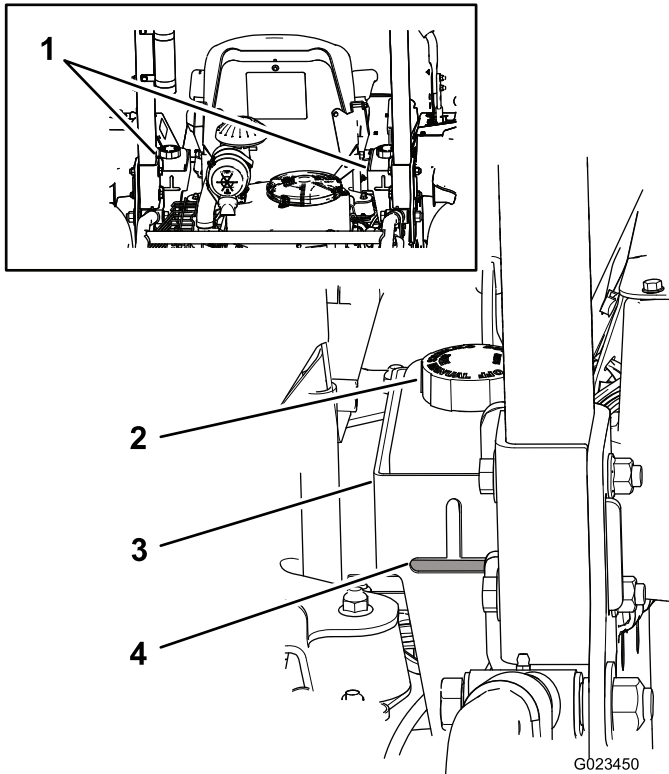

図 18
油圧オイルタンクに高品質の油圧オイルを満たした状態で出荷しています。油圧オイルの点検は、オイルが冷えている状態で行うのがベストです。マシンは移動走行モードになっていることが必要です。オイルの高さが、油圧オイルタンク後部にあるのぞき窓 図 18 の水平部分よりも低い場合には、水平部分の高さまでオイルを補給してください。入れすぎないようにしてください。オイルの高さがのぞき窓の水平部分の最上部までである場合には、補給は不要です。推奨オイルの銘柄を以下に示します
注 図18に示すように、それぞれの口の根元までオイルがあればよい。
- A. 異物をタンクに入れないよう、各油圧オイルタンクのキャップ取り付け部周辺をウェスできれいに拭く 図18。